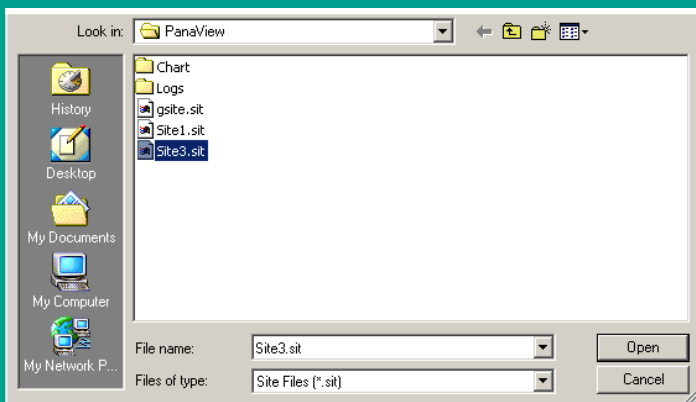

Figura 32: Seleção do ficheiro do sítio
2. Em seguida, clique no botão "Guardar sítio no contador". Abre-se um ecrã semelhante ao da figura 32.
3. Abre-se a janela de seleção do ficheiro do local (figura 32). Seleccione um local com as definições pretendidas e clique em [abrir]. O PanaView guarda o local no contador com o novo nome e as configurações desejadas.
3. Abre-se a janela de seleção do ficheiro do local (ver figura 32). Introduza o nome do sítio pretendido (agora com um sufixo .prt) e clique em [guardar].